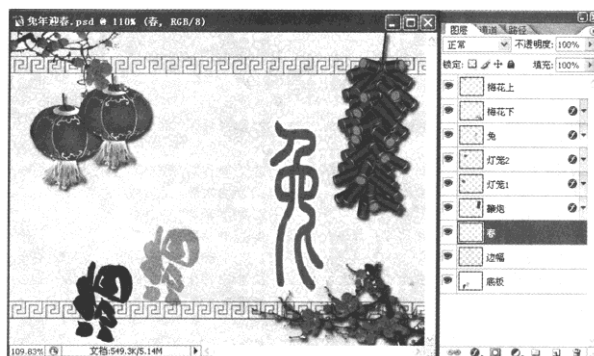

图 3
(5)小斌想删除“梅花上”图层，可通过如图 3 所示的按钮\_\_\_\_\_ (填序号) 实现。